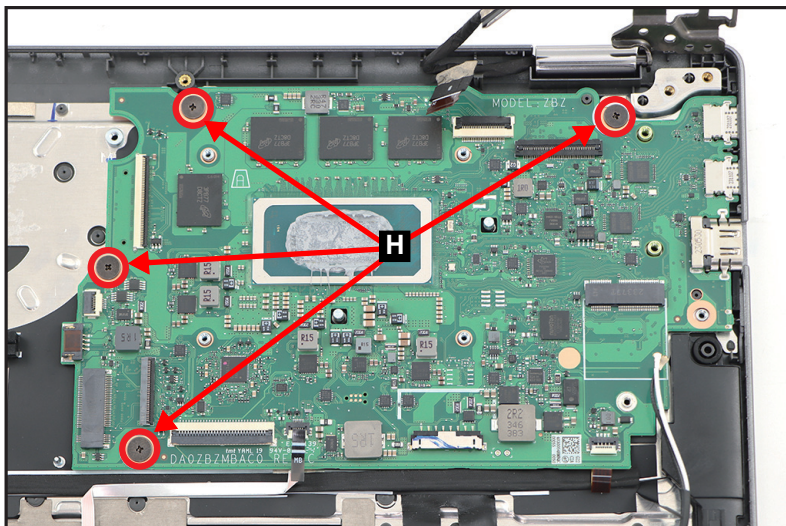

Figure 1-32. Retrait de la carte mère
9. Retirez les quatre (4) vis (H) qui fixent la carte mère (Figure 1-32).